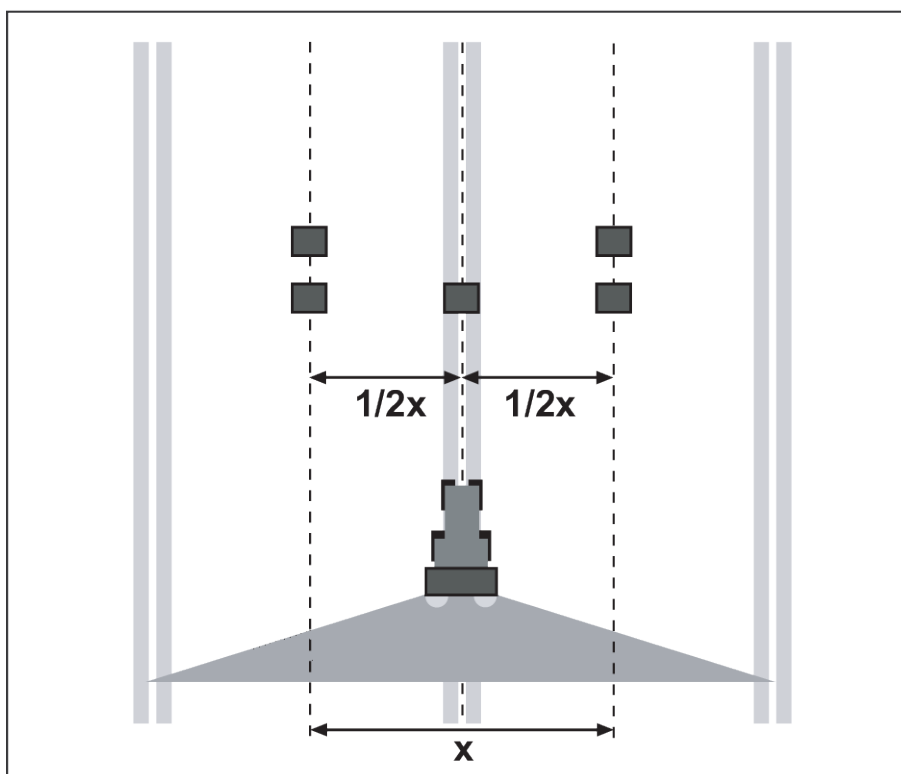

Fig. 32: Installation dans le cadre d'un passage
- ▶ Installer deux bacs récupérateurs l'un derrière l'autre séparés par un écart de **1 m** dans les zones de recouvrement (entre les passages de roue) et un bac récupérateur dans la voie centrale (selon Fig. 32).